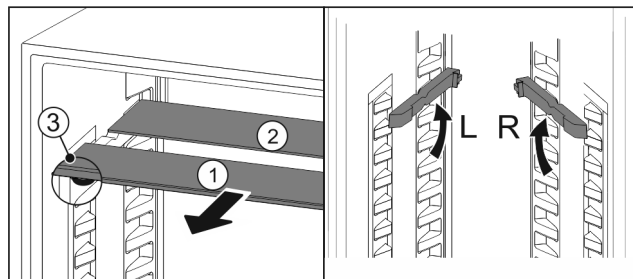

Fig. 58
- ▶ Extrageți Fig. 58 (1) pe rând plăcile de sticlă spre înainte.
- ▶ Placa de sticlă Fig. 58 (1) cu șipca decorativă se află în față.
- ▶ Opritoare Fig. 58 (3) indică în jos.